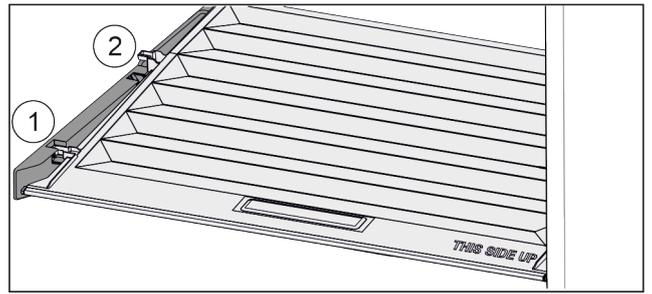

Fig. 157
- ▶ Tirare in avanti il coperchio fino all'apertura nei fermi Fig. 157 (1).
- ▶ Sollevare posteriormente dal basso e togliere verso l'alto Fig. 157 (2).